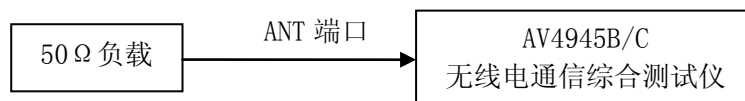

图 6-12 扫频频谱分析平均噪声电平测试框图
- 1) 如图 6-12 连接测试仪器, 设置 AV4945B/C 为扫频频谱模式, 中心频率 300MHz, 零扫宽, 参考电平 -70dBm, 衰减 0dB, 分辨率带宽 30Hz, 打开视频平均, 平均次数 10;